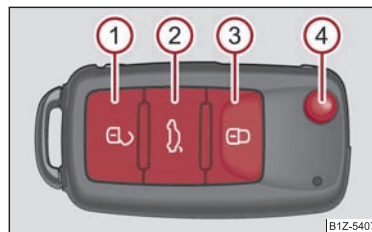

Fig. 31 Cheia cu telecomandă
- Apăsați tasta **1** ⇒ fig. 31 cca. 1 sec.